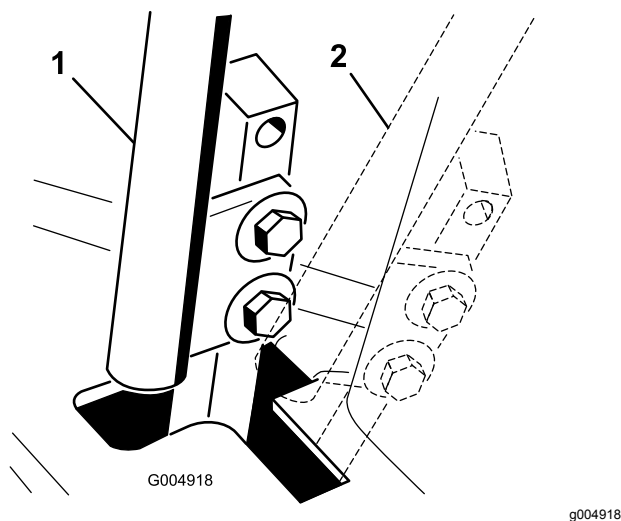

図 84
4. コントロールレバーをニュートラル位置にする**ロック位置にはしない** 図 84。
6. コントロールレバーと、コンソールのノッチとの位置関係を見る(図 84)。